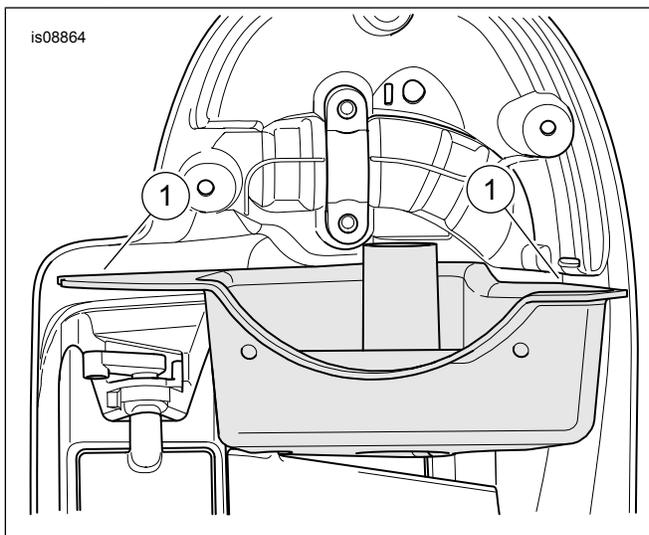

Figura 5. Superfície correspondente da gaxeta da carenagem inferior
5. Consulte Figura 5. Prepare a caixa do alto-falante e a bandeja inferior para a instalação da gaxeta. Limpe com uma mistura com 50 a 70% de álcool isopropílico e com 30 a 50% de água destilada.